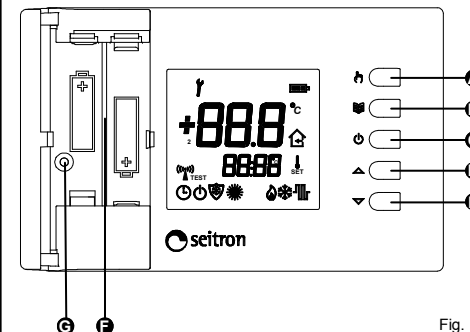

Fig. 1
2. Inserire correttamente le batterie (rispettando la corretta polarità) nel vano batterie (Fig. 1), non usare pile scariche, usare pile alcaline.
1. Aprire lo sportellino che dà accesso al vano pile (Fig. 1).